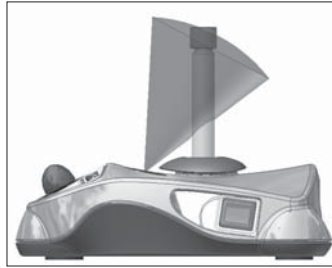

Fig. 2
Branchez l'appareil au secteur et allumez-le avec l'interrupteur on-off. Sélectionnez le mode avec le bouton "Continuous-Sensor" sur le panneau frontal. **A chaque allumage l'appareil se met en mode "Sensor" par défaut.** Quand le mode "Sensor" est sélectionné l'indicateur s'allume (5) et l'agitation commence lorsqu'un tube entre dans le champ de détection infrarouge, voir Fig. 2, aucune pression n'est nécessaire sur le support. En mode "Continuous" l'agitation se fait à la vitesse sélectionnée.